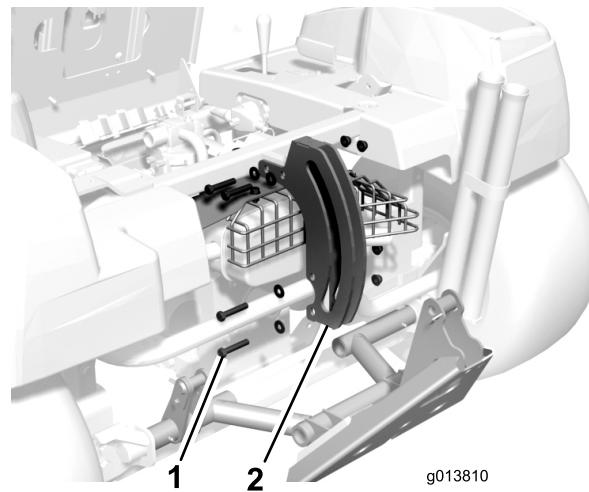

Figura 3
- Retire os (4) parafusos, anilhas e porcas flangeadas que prendem a placa do cilindro à estrutura (Figura 3). Guarde a placa do cilindro e dispositivos de fixação.